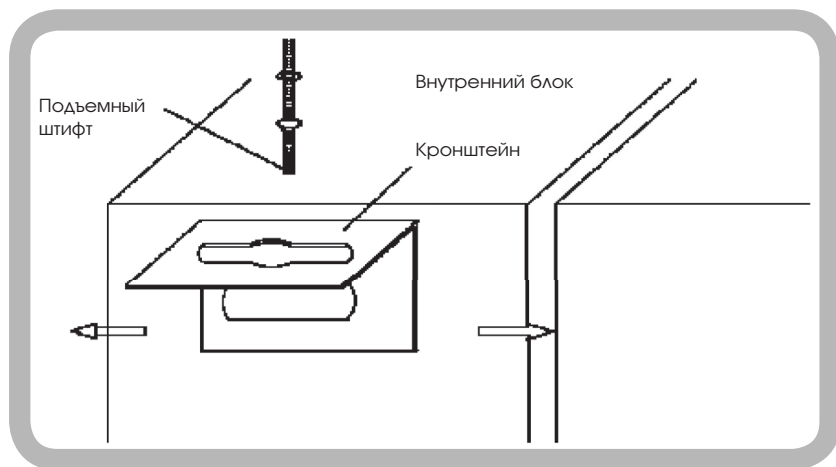

Рисунок 7
- Закрепите крюки на внутреннем блоке (см. рисунок 7)